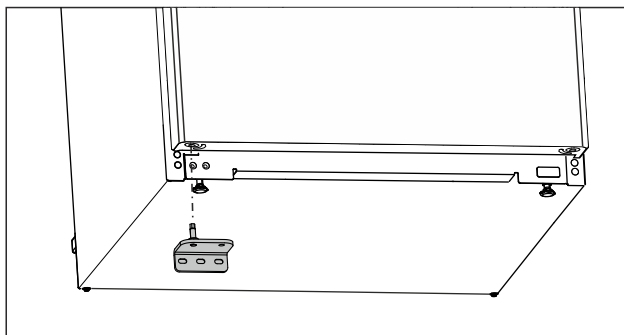

Fig. 21
- ▶ Indsæt det nederste hængsel på den modsatte side. (se Fig. 21)